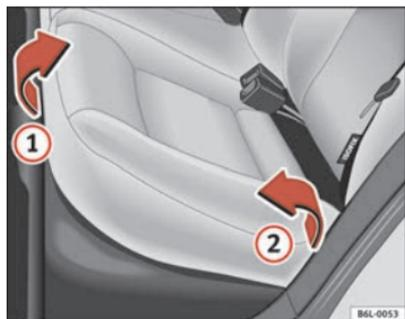
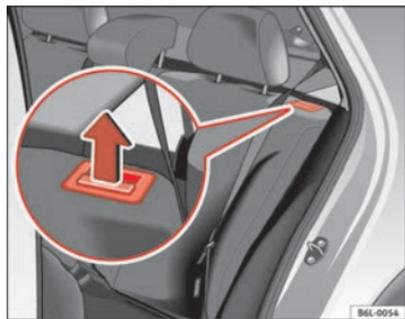

Fig. 71 Levantar el cojín del asiento trasero
Fig. 72 Tecla de desbloqueo del respaldo trasero
- Tire del borde delantero del cojín del asiento ⇒ fig. 71 ① hacia arriba en la dirección de la flecha.
- Levante el cojín ② hacia delante en la dirección de la flecha.
- Tire de la tecla de desbloqueo ⇒ fig. 72 en la dirección de la flecha y abata el respaldo hacia delante.